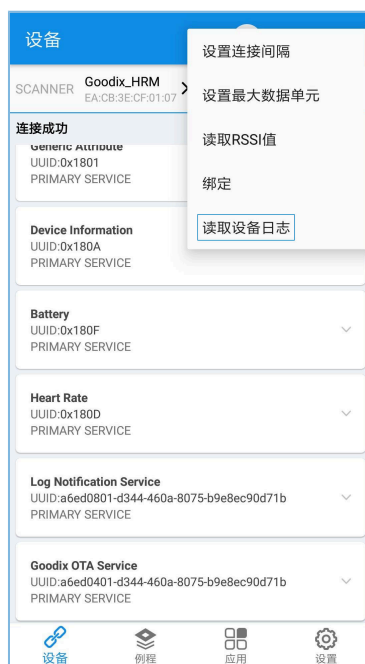

图 3-4 读取设备日志
2. 点击右上角的  按钮，选择“读取设备日志”，如图3-4所示：